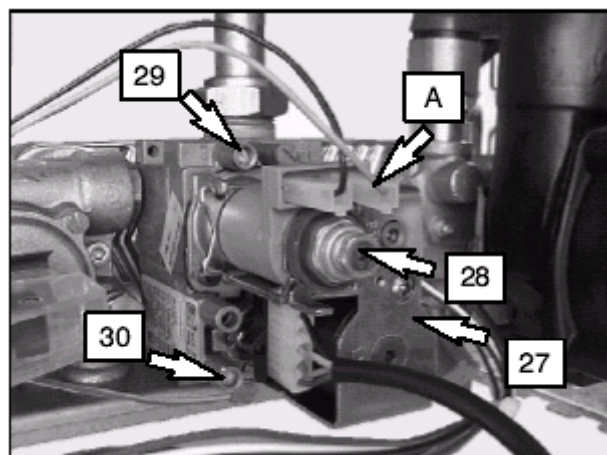

Fig. 7.2
Depois de qualquer medição das pressões de gás, fechar devidamente as tomadas de pressão utilizadas (29 e 30, na fig. 7.2.)
2. Com a caldeira apagada (fora de serviço), controlar a pressão de alimentação, utilizando a tomada de pressão à entrada da válvula de gás 30 na fig. 7.2. e comparar o valor lido com os indicados na tabela de pressões de alimentação de gás, neste manual.
4. Abrir a tomada de pressão à saída da válvula de gás 29, na fig. 7.2. e ligar um manómetro.
7. Deixar sair abundante quantidade de água quente sanitária. Compare o valor da pressão medida com a que está indicada nas tabelas 7.1. e 7.2. Para tarar a pressão do queimador, intervir na porca de latão da bobine de modulação 28, fig. 7.2.
8. Desligar o fio de alimentação “A” da bobine moduladora 28, não o deixando tocar em peças metálicas da caldeira, fig. 7.2.
9. Compare o valor da pressão medida com o que está indicado nas tabelas 7.3. e 7.4. Para ajustar a pressão ao queimador, tem que actuar sobre a porca plástica, fixando a porca de latão da bobine moduladora 28, indicada na fig. 7.2.
10. Voltar a ligar o fio de alimentação “A” da bobine moduladora, fig. 7.2.
12. Fechar a tomada de pressão 29, fig. 7.2.
4. Abrir a tomada de pressão à saída da válvula de gás 29 na fig. 7.2. e ligar um manómetro.